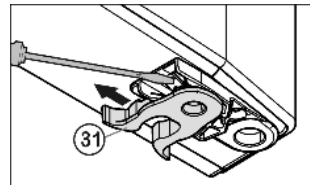

Fig. 11
- ▶ Federklemme Fig. 11 (31) umsetzen: Rastnase runterdrücken, Federklemme darüber hinweg abziehen.